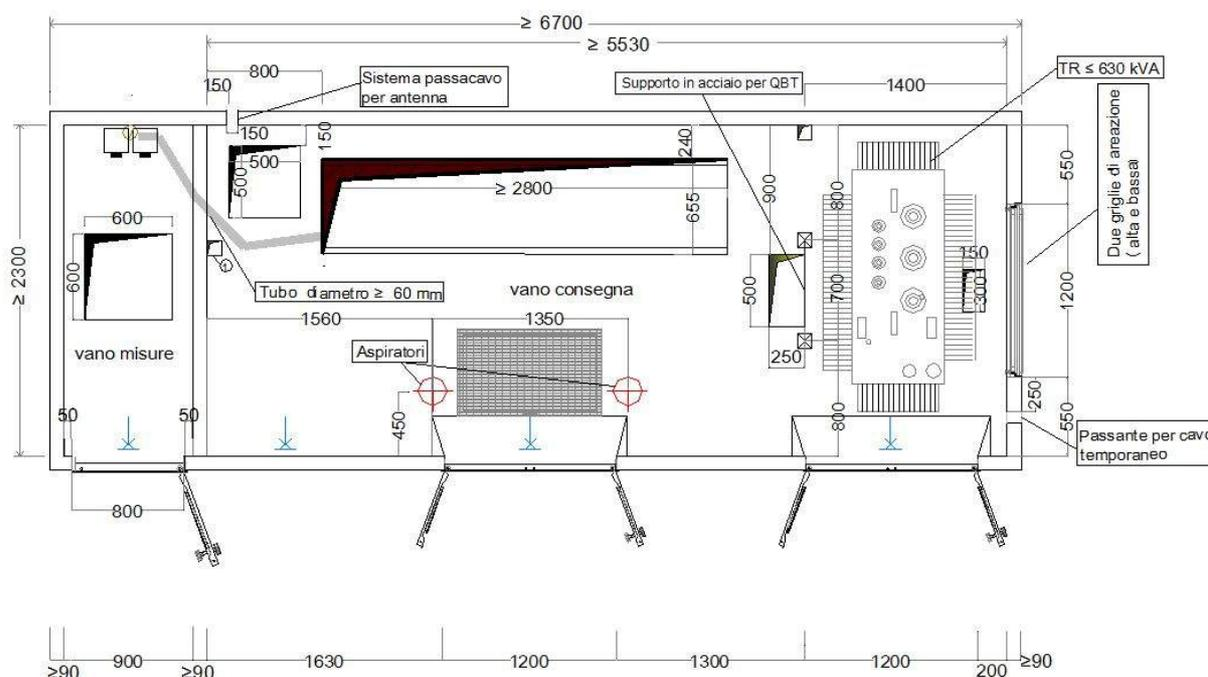
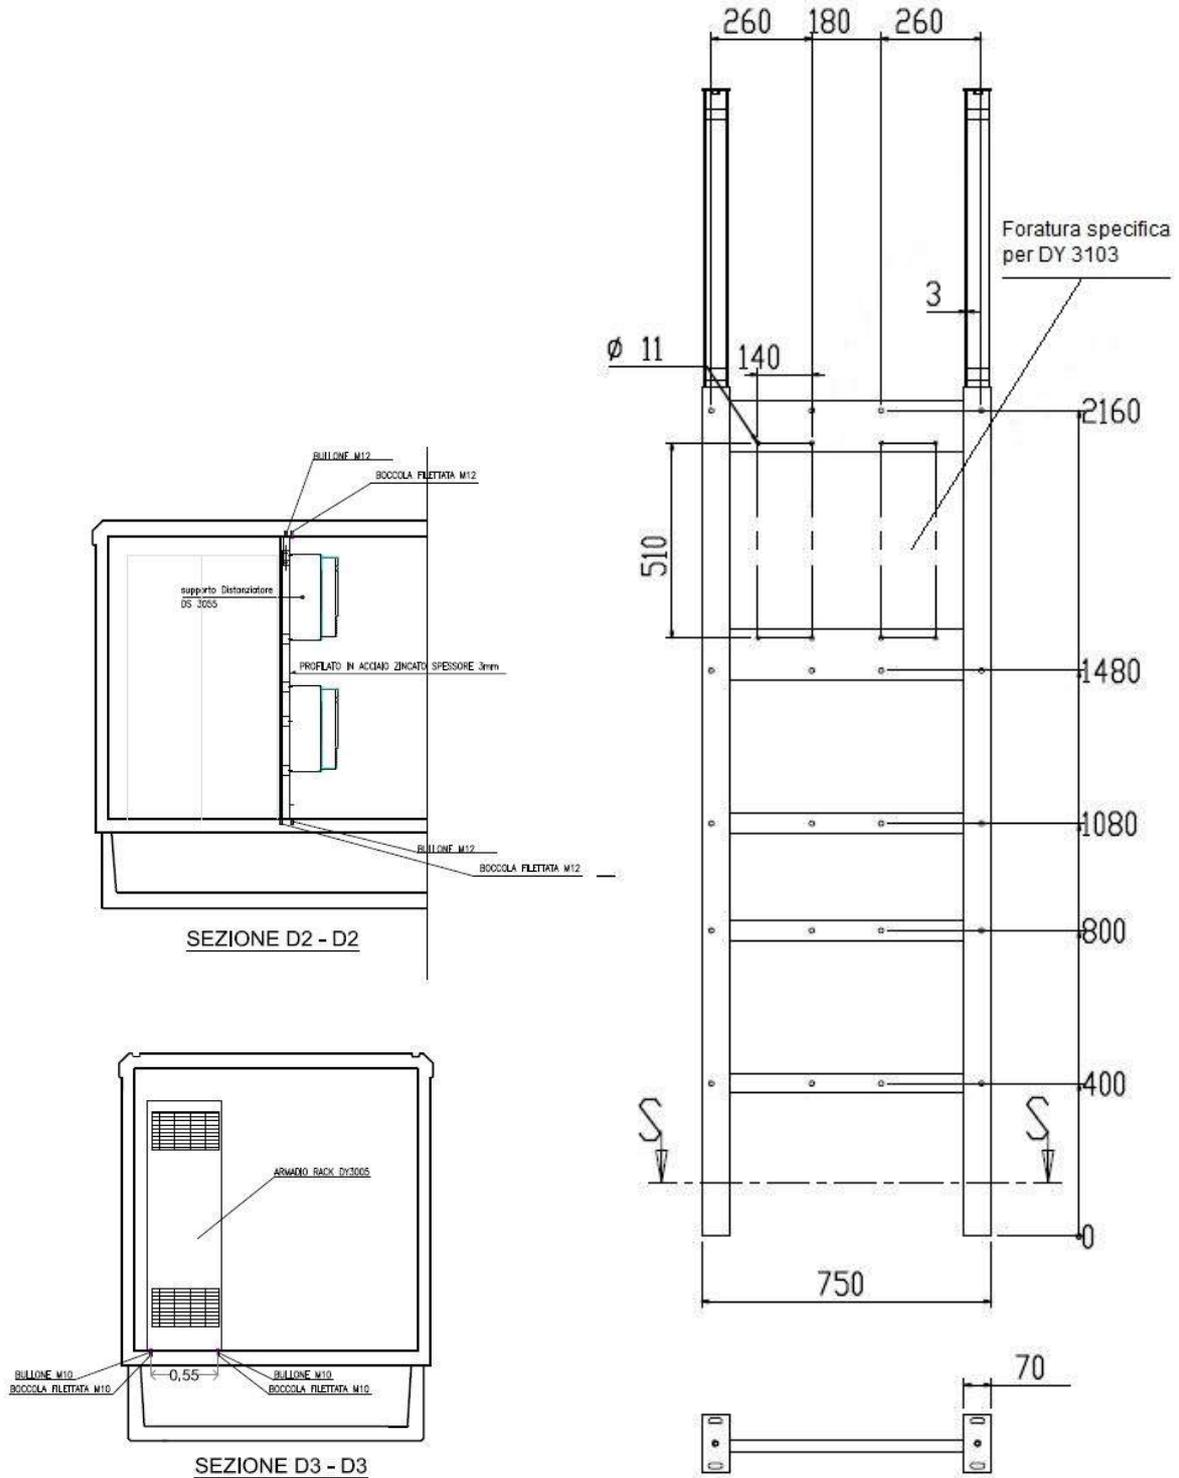

Fig. 1 – Pianta cabina consegna Utente
Fig 2- Telaio porta Quadri BT DY 3009 / Quadro rack DY3005/1
I quadri BT saranno posizionati su un supporto di acciaio (Fig.1 e Fig. 2) utilizzando i supporti distanziatori unificati DS 3055.
Le dimensioni della cabina e lo schema funzionale sono riportate in Fig. 1: "Pianta cabina consegna Utente, Locale misura ed il posizionamento delle apparecchiature elettriche". Nella figura di cui sopra sono riportate le dimensioni minime di riferimento della cabina e la disposizione ottimale delle apparecchiature. Lo schema elettrico di media tensione e quello di bassa può variare in base alle esigenze impiantistiche.
- carico mobile di 4500 daN, lato trasformatore, da poter posizionare ovunque per una fascia di 1400 mm, come indicato in Fig 1, distribuito su quattro appoggi situati ai vertici di un quadrato di 1 m di lato (vedi § 6)
- carico mobile di 3000 daN, lato scomparto MT, da poter posizionare ovunque nella zona consegna, come indicato in Fig 1, distribuito su quattro appoggi situati ai vertici di un quadrato di 1 m di lato (vedi § 6)
- n.1 Telaio porta Quadri BT (Fig. 2) in acciaio zincato a caldo (spessore minimo 12μ);
Sul pavimento devono essere previste le aperture della Fig. 1 e precisamente: